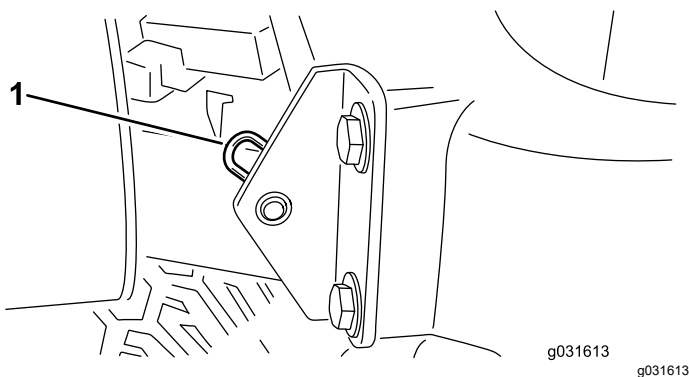

Figura 32
2. Retire el pasador que fija el pivote del capó a los soportes (Figura 32).